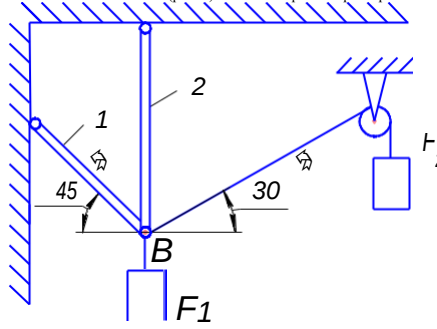

Рисунок 1
Пример 1. Определить реакции стержней, удерживающих грузы  $F_1 = 70$  кН и  $F_2 = 100$  кН (рис. 1). Массой стержней пренебречь.
1. Рассматриваем равновесие шарнира  $B$  (рис. 1).